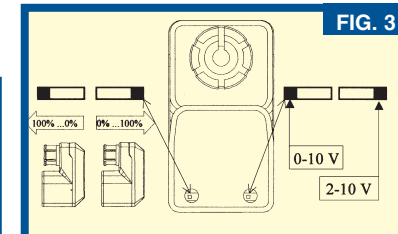

FIG. 3
Lo schema elettrico è riportato all'esterno del coperchio motore. Le estremità del cavo di collegamento vanno collegate come in Tab. 2. Nella versione modulante il riferimento zero % del segnale di comando nonché il tipo di segnale possono essere scelti tramite due interruttori, accessibili togliendo i relativi tappi di protezione (vedi Fig. 3). Il servomotore si posiziona nel riferimento di zero % ogni qualvolta il servomotore elettrico viene alimentato per la prima volta. Inoltre in tale versione sono presenti dei led che permettono di monitorare in modo visivo il buon funzionamento del servomotore.
- The wiring diagram is found externally on the motor cover. The cable ends are connected as in Tab. 2. In the modulating version the reference of zero % of the control signal as well as the type of signal can be chosen by two switches, found by removing the protection caps (see Fig. 3). The servomotor positions itself in the zero % reference point each time the electric servomotor is charged for the first time. This version is equipped with leds that permit visual monitoring for correct function of the servomotor.
- Der elektrische Schaltplan ist außen am Deckel des Antriebs angebracht. Die Enden des Anschlusskabels müssen wie in Tab. 2 angegeben angeschlossen werden. Bei der Ausführung mit stetiger Regelung kann die Stellung 0% wie auch die Art des Signal mittels 2 Schalter gewählt werden. Zu diesen gelangt man durch entfernen der Schutzkappen (siehe Fig. 3). Der Antrieb positioniert sich jedesmal automatisch auf Stellung 0 %, wenn der elektrische Antrieb zum ersten mal mit Spannung versorgt wird. Zu dem ist diese Version mit LED's ausgestattet, um die korrekte Funktion des Antriebs überwachen zu können.
- Le schéma électrique est reporté à l'extérieur de la chape du moteur. Les extrémités du câble de connexion doivent être connectées comme indiqué sur le Tab. 2. Dans la version modulante, la référence zéro % du signal de commande, mais aussi le type de signal peuvent être sélectionnés au moyen des deux interrupteurs accessibles en ôtant les bouchons de protection (Voir Fig. 3). Le servomoteur se positionne sur la référence de zéro % chaque fois que le servomoteur électrique est alimenté pour la première fois. En outre, dans cette version, des témoins permettent de contrôler visuellement le bon fonctionnement du servomoteur.
- El esquema eléctrico se encuentra en la parte exterior de la cubierta del motor. Los extremos del cable de conexión se conectan tal como indica la Tabla 2. En la versión modulante, la referencia cero % de la señal de control, además del tipo de señal, puede seleccionarse mediante dos interruptores, a los que se accede extrayendo las correspondientes protecciones (ver Fig. 3). El servomotor se coloca en la referencia cero % cada vez que el servomotor eléctrico es conectado por vez primera a la alimentación. Además esta versión cuenta con unos LEDs que permiten monitorizar de manera visual el correcto funcionamiento del servomotor.